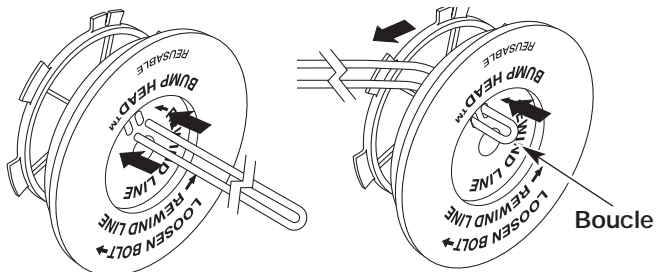

Figure 31
- Découpez environ 12,2 m (40 pi) de fil neuf et faites-en deux boucles de longueurs égales. Insérez chaque extrémité de fil dans l'un des deux trous du moulinet (Fig. 31). Tirez le fil à travers le moulinet pour que la boucle soit le plus petit possible.